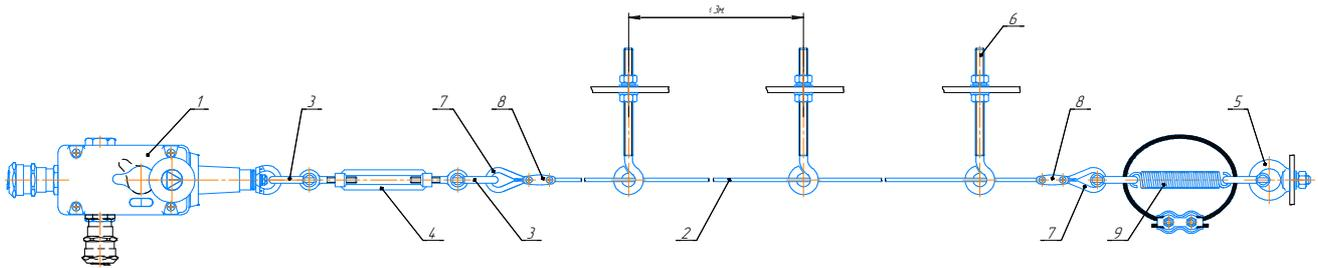

Рис.2
7.2. Выключатели АТВ-0404 (поз.1) (см. Рис.2) установить на ставе конвейера. Предварительно необходимо снять крышку (2) (Рис.1) с выключателя, чтобы обеспечить доступ к монтажным отверстиям и электрическим клеммам. Монтаж выключателя производится с помощью 4-х винтов М4. Рекомендуемые расстояния между направляющими петлями (поз.6) и длина троса указаны на Рис.2.